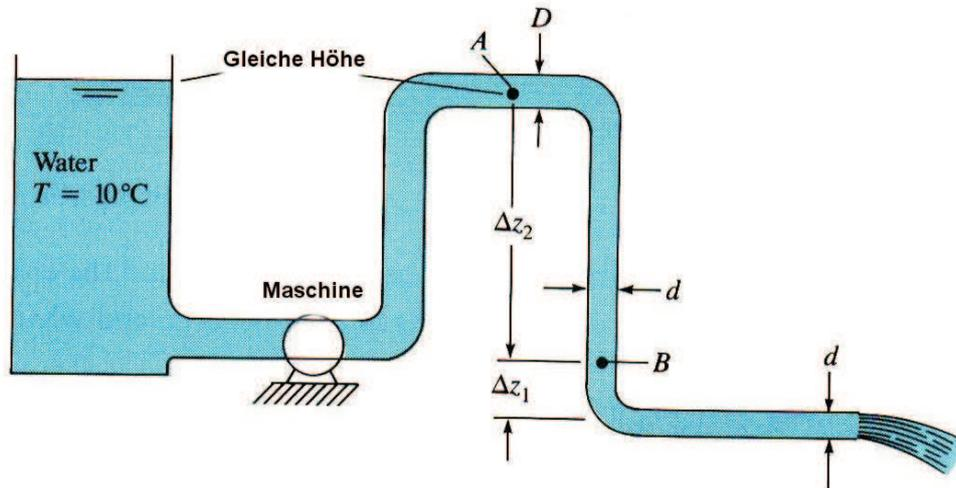

Abbildung 5
4. Wasser fließt aus einem großen Tank durch ein Rohrleitungssystem und endet in einem Freistrahlsystem (Abb. 5). Der Durchfluss beträgt $Q = 0,1000 \text{ m}^3/\text{s}$. Reibungseinflüsse können vernachlässigt werden.